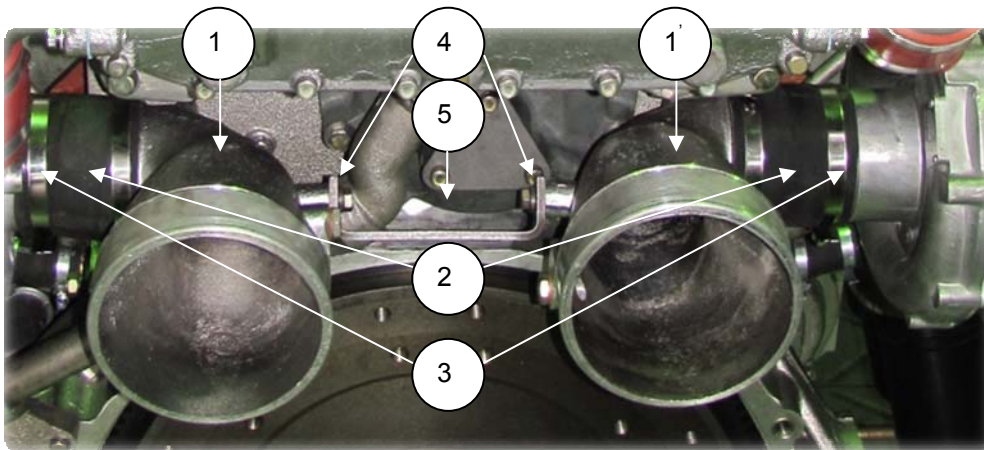

Рис. 2.11
1. Ослабить 2 червячных хомута (3) (рис. 2.11);
2. Отвернуть 2 болта (4) кронштейна (5) (8401.1118214) крепления патрубков;
3. Снять кронштейн (5) (рис. 2.11);
4. Снять входные патрубки (1) (8401.1118206-20) вместе с рукавами (2) (240H-1115048) (рис. 2.11).